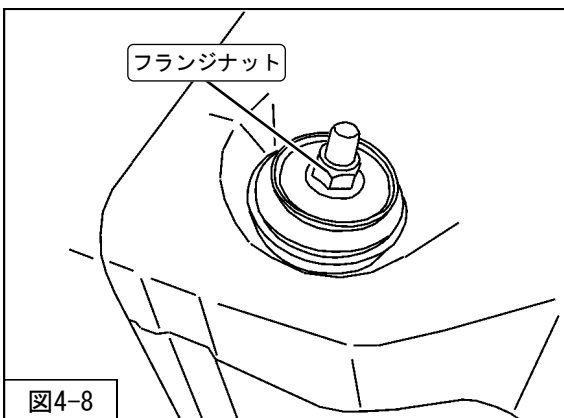

図4-8
9. マウンティングラバー（上側・純正部品）プレートフランジナット（締付トルク：30N・m）減衰力調整ダイヤル（※左側のみ）を取付けてください。（図4-8）